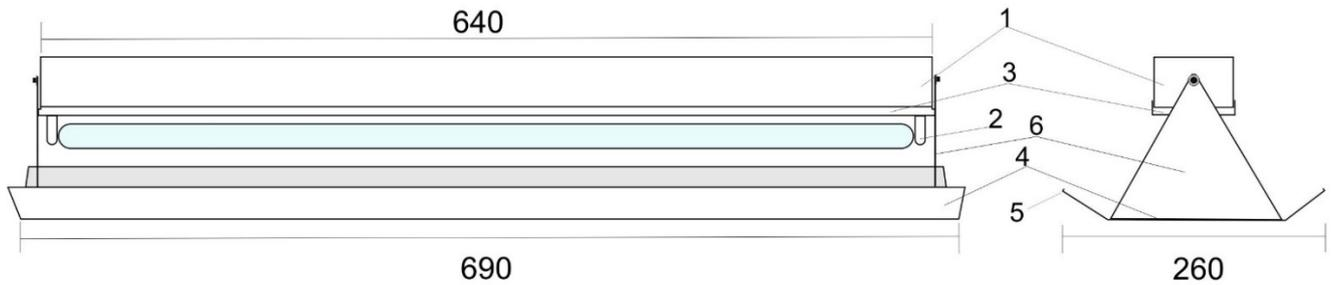

Рис. 1.
Корпус (1) Маячка (рис. 1, 2) изготовлен из стального листа, окрашенного порошковой эмалью. В корпусе установлены ламподержатели (2), элементы пускорегулирующей аппаратуры, клеммная колодка, соединенные между собой монтажными проводами в соответствии с электрической схемой (рис 3). Нижняя часть корпуса – планка (3) закреплена винтами М4. Рабочая область Маячка состоит из двух держателей (6) и поддона (4), который имеет ограничители (5) для установки клеевой подложки. Сверху на корпусе закреплены два кронштейна (7) для крепления на стену.